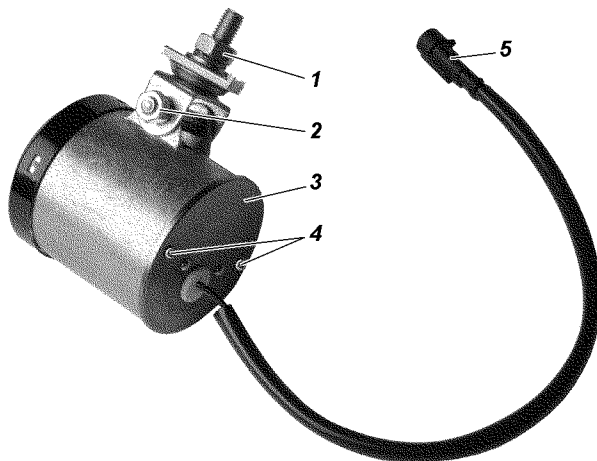
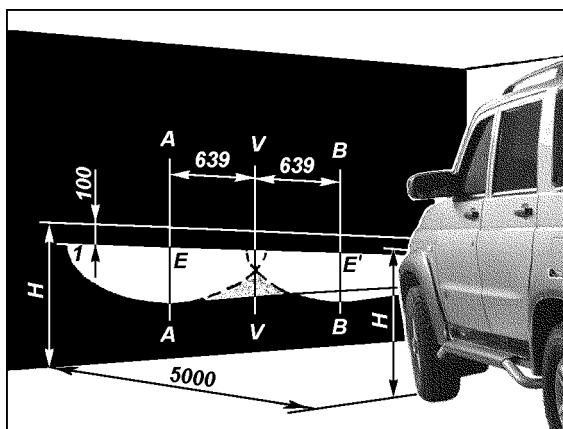

Рис. 9.34. Противотуманная фара:
Рис. 9.35. Разметка экрана для регулировки противотуманных фар:
**Противотуманные фары.** Для регулировки противотуманных фар ослабьте гайки 1 и 2 (рис. 9.34) крепления фар и, поворачивая корпус фары в горизонтальной и вертикальной плоскостях, установите фару в положение, при котором светотеневая граница совпадает с линией 1 (рис. 9.35), и в этом положении затяните гайки.